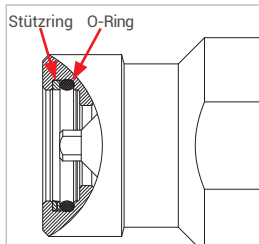

Abbildung 12
- ▶ Kontrollieren Sie vor dem Einsetzen des Nippelansatzes (Pos. 7) die beiden Dichtelemente (O-Ring und Stützring, *Abbildung 12*) auf korrekte Einbaurichtung, richtigen Sitz und Beschädigung. Sollten die Dichtungen beschädigt oder ähnliches sein, tauschen Sie die Dichtungen aus. Beachten Sie hierzu das *Kapitel 8.4.1 Austausch der Dichtelemente im Nippelansatz (Pos. 7) auf Seite 66*.